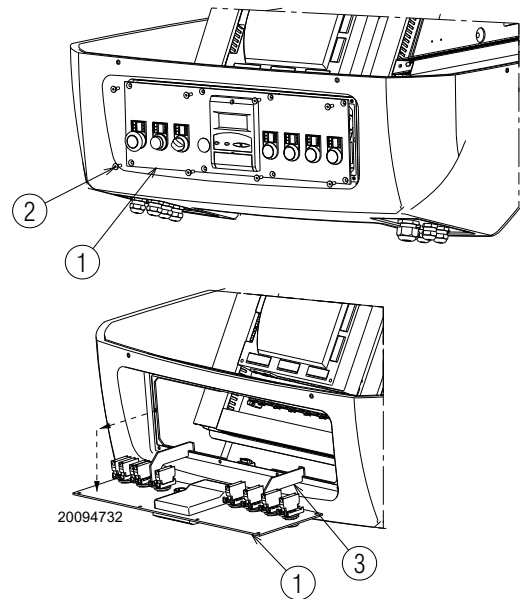

Abb. 33
- Lösen Sie die Schrauben 2)(Abb. 33) der Bedientafel 1)
- Ziehen Sie die Bedientafel 1) heraus und drehen Sie sie um 90°, hängen Sie sie dazu mit den entsprechenden Bügeln 3) im Profil der Schalttafel ein, wie aus Abb. 33 ersichtlich